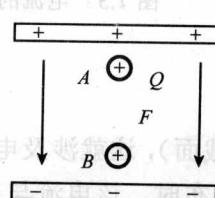

图 1.4 电场力作功
1) 电压公式: 电压又称为电位差。如图 1.4 所示, 在电场中若电场力将点电荷 Q 从 A 点移动到 B 点, 所做的功为 W_{AB} , 则 W_{AB} 与 Q 的比值就称为该两点之间的电压, 用带双下标的符号 U_{AB} 表示, 其数学表达式为